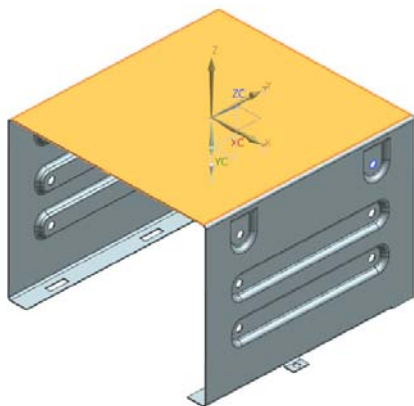

图 7-140 选择草图工作平面
- (1) 选择“菜单(M)”→“插入(S)”→“草图(H)”，或单击“主页”选项卡“直接草图”面组上的“草图”按钮, 打开“创建草图”对话框。
- (2) 在视图区选择草图工作平面, 如图 7-140 所示。